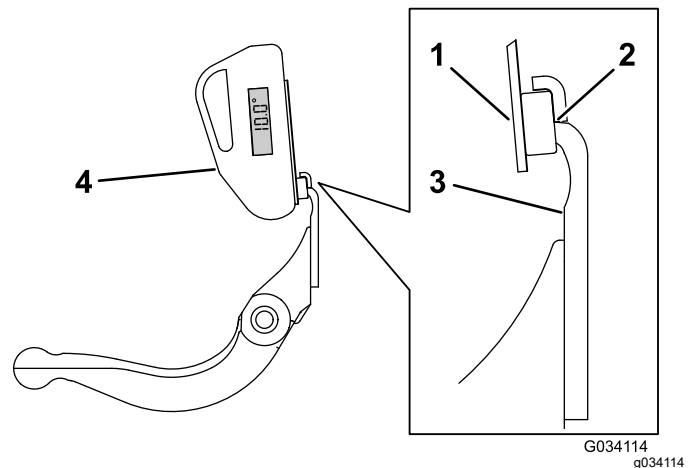

図 20
3. 傾斜計マウントのマグネットのエッジがベッドナイフのエッジに密着するように、ベッドナイフのエッジに傾斜計マウントをセットする 図 20。
4. 図 20に示すようにマウントに傾斜計を取り付ける。